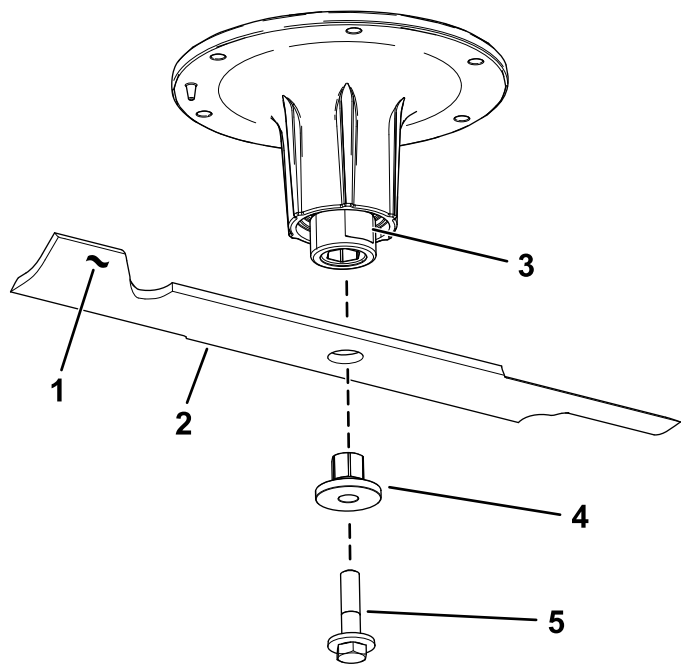

Figura 85
2. Retire el perno de la cuchilla, el buje y la cuchilla del eje (**Figura 85**).